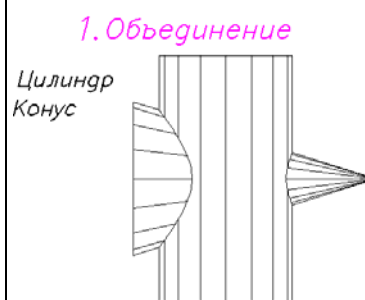

Рис. 4.31
**Шаг 2.** В ответ на сообщение системы: Выберите объекты: указать мышью любую линию цилиндра, затем конуса и нажать **Enter** на клавиатуре. Изображение примет вид, показанный на рис. 4.31.